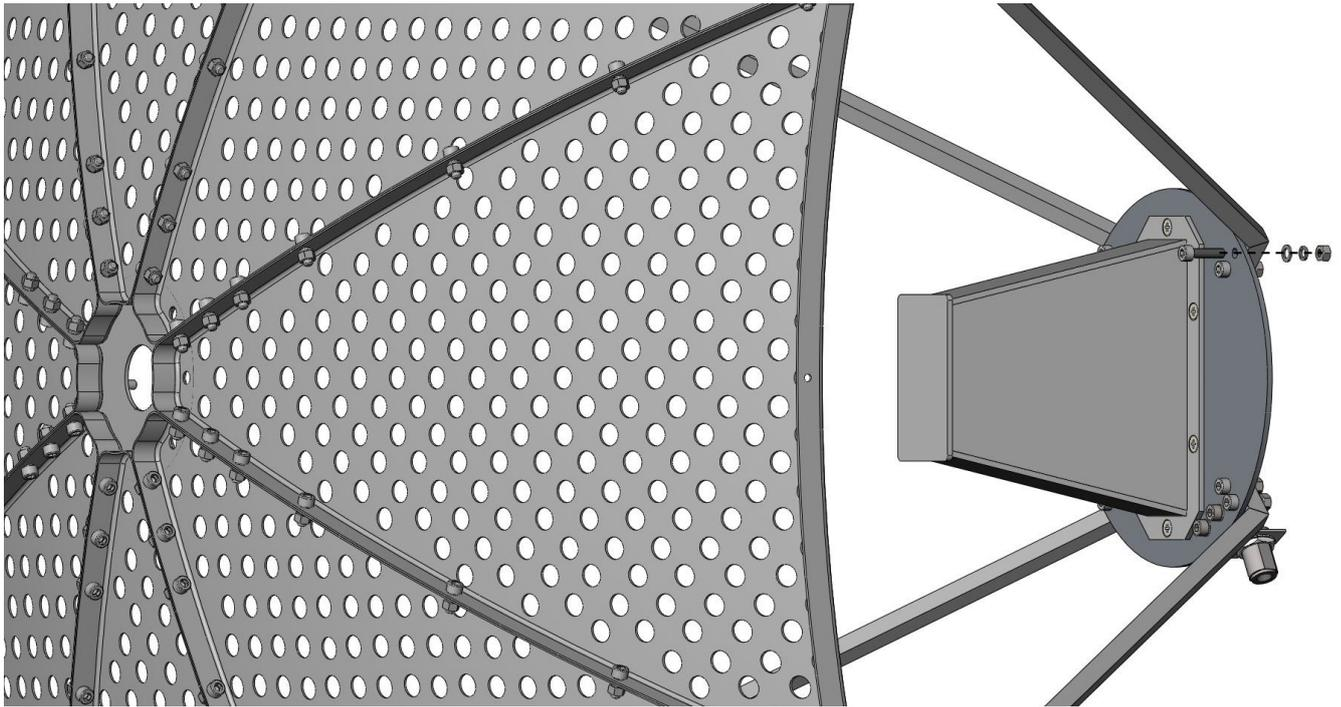

Рисунок 16 – Монтаж излучателя
11) Извлечь и установить излучатель 1,3-1,5 ГГц ТИШЖ.468571.001 как показано на Рисунок 16 используя винты М5х20 с соответствующими шайбами и гайками.